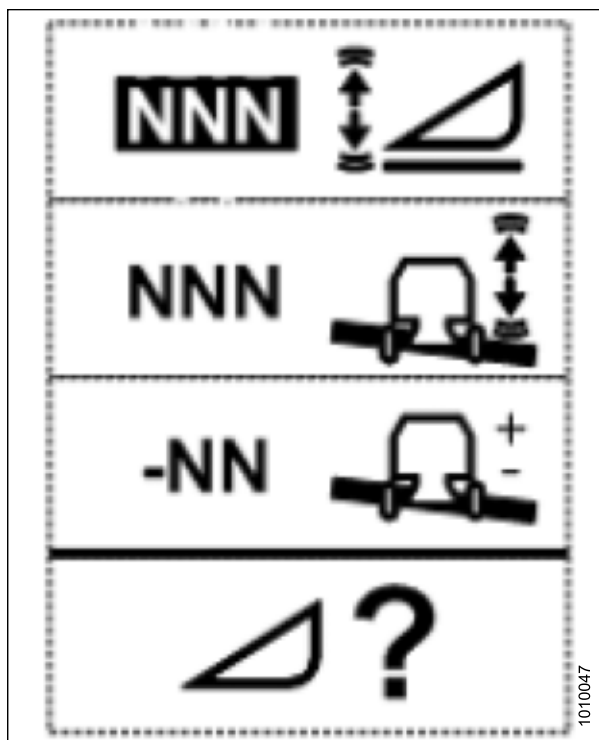

Figura 3.197: Página de alteração de sensibilidade da altura
1. Use a tecla HEADER SETTINGS (CONFIGURAÇÕES DA PLATAFORMA) (M) para exibir a tela de HEADER SENSITIVITY CHANGE (ALTERAÇÃO DE SENSIBILIDADE DA PLATAFORMA), como exibido na Figura 3.197, página 166.
2. Use as teclas UP (PARA CIMA) ou DOWN (PARA BAIXO) (E) e (H) para ajustar o item destacado. A variação da definição da sensibilidade da altura vai de 0 (menos sensível) a 250 (mais sensível) em incrementos de 10.